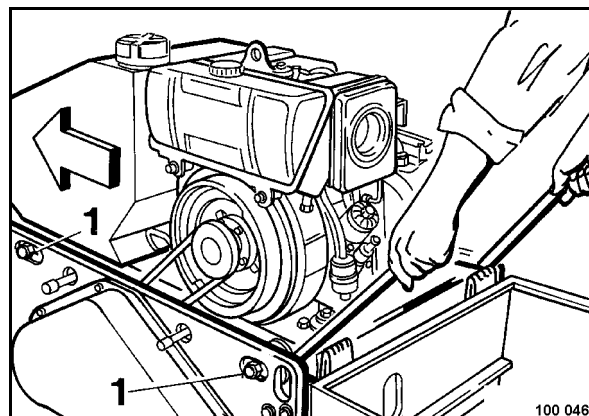

Fig. 64
- Soltar las cuatro tornillos de fijación 1 (Fig. 64) del bastidor.